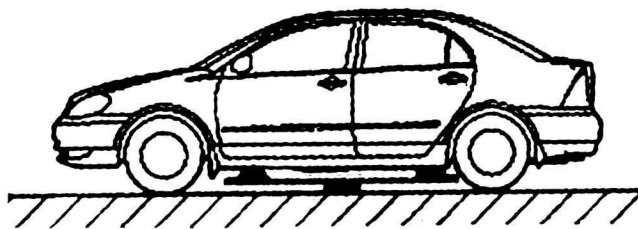

图 1-2-7 工位七
(7) 工位七(举升机降至低位,车轮触及地面):检查主要集中在发动机舱内,为缩短空闲时间,应合理组织作业流程,在发动机启动预热时和预热后有效地进行,如图 1-2-7 所示。